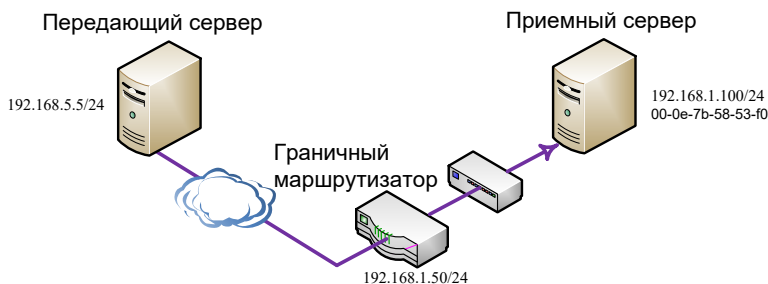

Рис. 6. Изделие установлено после граничного маршрутизатора
2. Приемный компьютер не имеет внешнего IP-адреса, Изделие установлено после граничного маршрутизатора (Рис. 6).